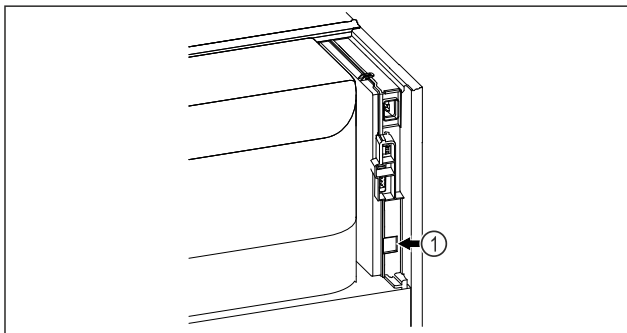

Fig. 47
- Je používán SmartModule Fig. 47 (1).